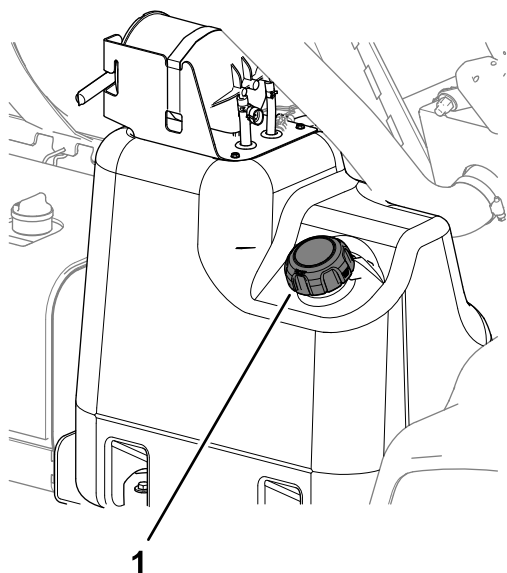

Figura 64
2. Limpie la zona alrededor del tapón del depósito de combustible (Figura 64).